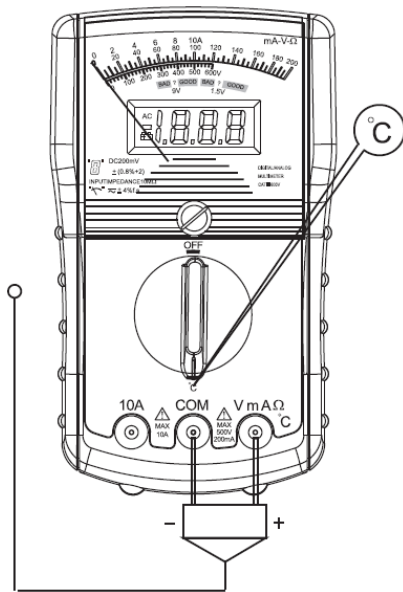

Рисунок 10
6.8. Измерение температуры (см. рисунок 10)